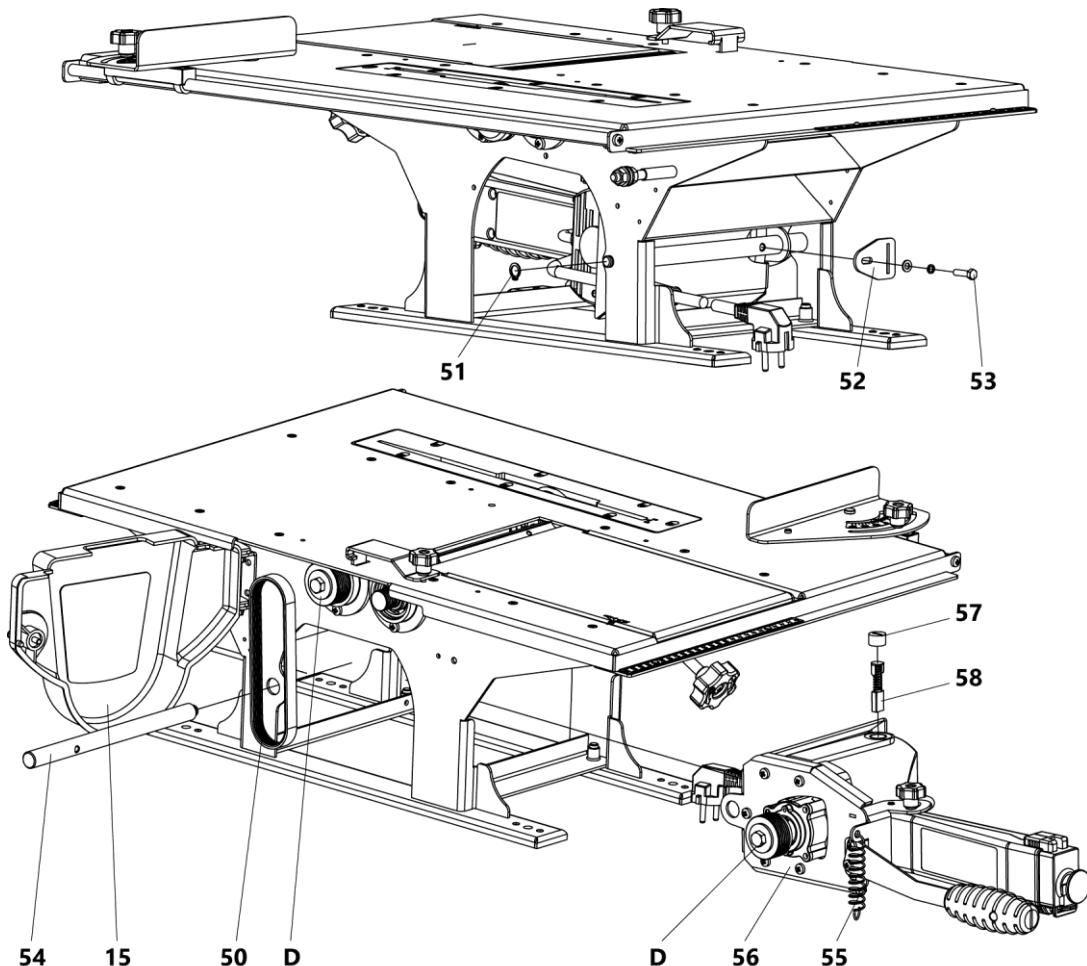

Рисунок 13. Схема разборки станка при замене щёток
- открыть кожух защиты ремня 15 (рис. 13);